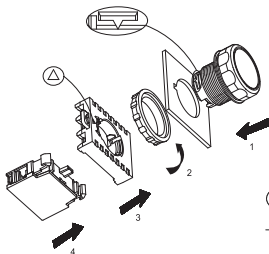

图3 安装过程图
3.1.1 安装孔是标准开孔时按以下方法安装:安装时先将操动器(指已卸下锁定螺母)从面板前装入,再用锁定螺母紧固,然后将中心适配器卡在操动器上,卡入前注意应将操动器侧面三角形对准中心适配器上的三角形,接着把接触组或发光器卡在中心适配器上,见图3。